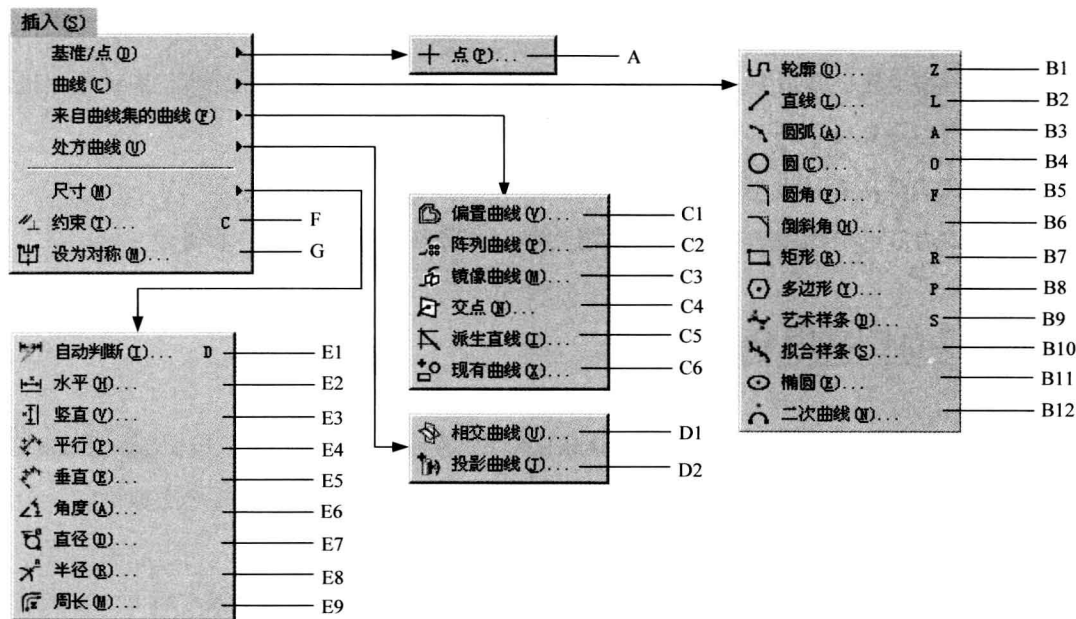

图 2.4.1 “插入”下拉菜单
插入(I) 下拉菜单是草图环境中的主要菜单(图 2.4.1)，它的功能主要包括草图的绘制、标注和添加约束等。